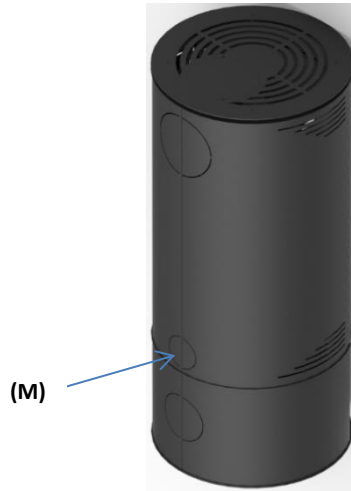

Figura 4 - Vista posterior del equipo, (M) sección a eliminar para la toma de aire exterior
Si se encuentra en la parte posterior del equipo, en la parte inferior de las tapas laterales, como se muestra en la Figura 4, debe eliminar los puntos de unión de las tapas laterales (M).